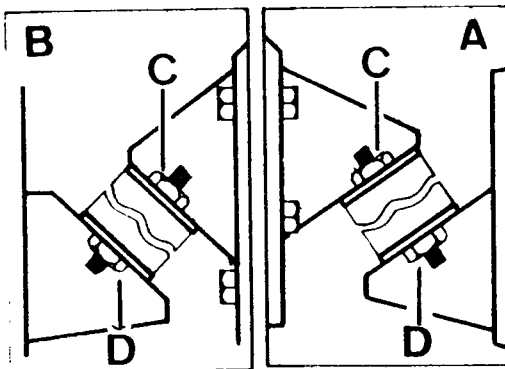

Fig. A3-10 Soportes del motor
- D) Desconectar la tubería de vacío del pulmón del servofreno, en su unión a la (T) de derivación y apartar dicha tubería.
- 1.5. Extraer las tuercas superiores de fijación de los soportes elásticos del motor, C (Fig. A3-10) y las inferiores, D.
- 1.6. Empleando una cadena o gancho de elevación y un dispositivo elevador, enganchar el motor de su soporte delantero y trasero. Comenzar a subir el motor hasta que los espárragos de los soportes elásticos (Fig. A3-10) queden fuera de sus alojamientos.
- 2.2. Se elevará el motor lo suficiente para poder retirar los tacos o el carrillo que se habían colocado debajo de la caja de velocidades, y se instalarán los soportes elásticos de apoyo delanteros (Fig. A3-10).